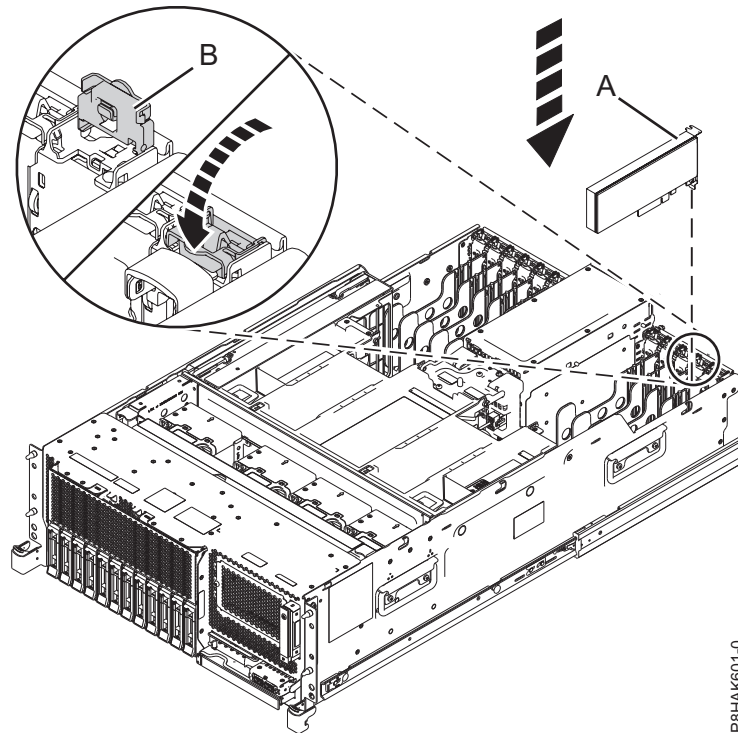
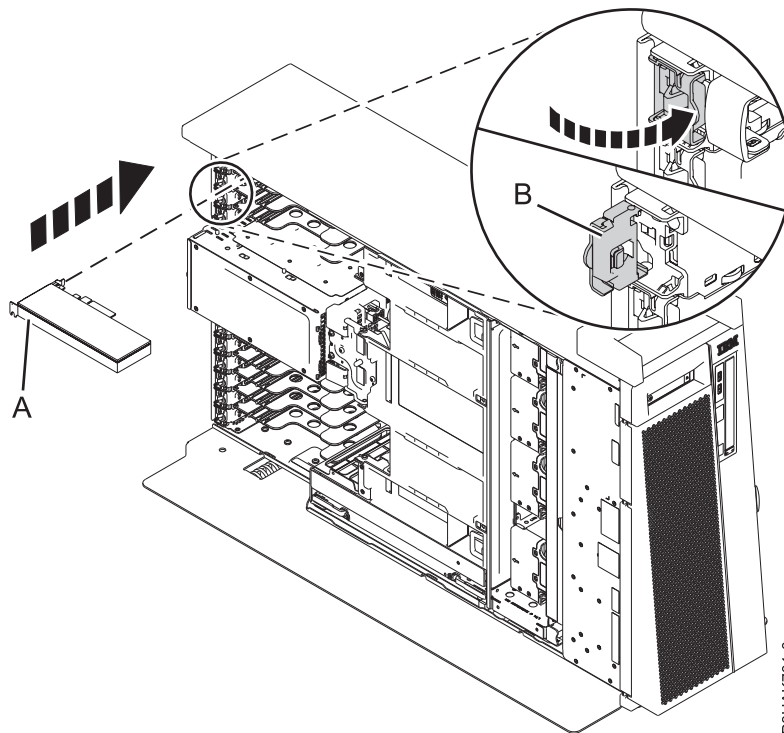

Figura 74. Instal·lació o substitució d'un adaptador PCIe en un sistema muntat en bastidor
Figura 75. Instal·lació o substitució d'un adaptador PCIe en un autònom sistema 8286-41A
7. Si el pestell d'adaptador (**B**) de la ranura de destinació encara no està en la posició d'obertura, estireu el pestell fins que es col·loqui en posició d'obertura fent-lo girar cap a fora del clip de la part posterior del sistema, tal com es mostra a la Figura 74 a la pàgina 83 i Figura 75 a la pàgina 83.
8. Agafeu amb compte l'adaptador per l'extrem superior o per la contrapunta i alineu-lo amb la ranura i el seu connector de la placa posterior del sistema (**A**), tal com es mostra a Figura 74 a la pàgina 83 i Figura 75 a la pàgina 83.
10. Per bloquejar l'adaptador dins la seva ranura, feu girar el pestell d'adaptador (**B**) en la direcció que es mostra a la Figura 74 a la pàgina 83 i Figura 75 a la pàgina 83.